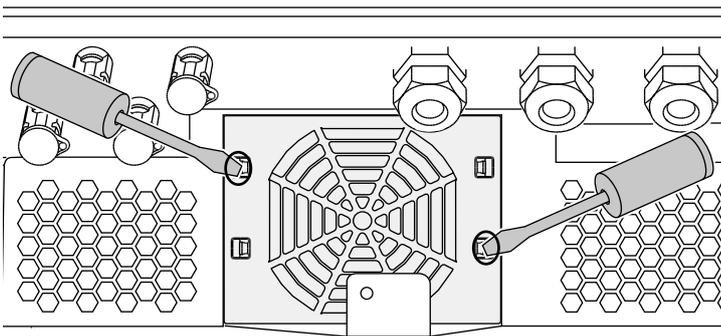

Fig. 63 : déclipsage des pattes de fixation
3. À l'aide d'un deuxième tournevis, appuyez sur les pattes de fixation au centre du ventilateur. Retirez doucement le ventilateur. ➤ **Fig. 63**